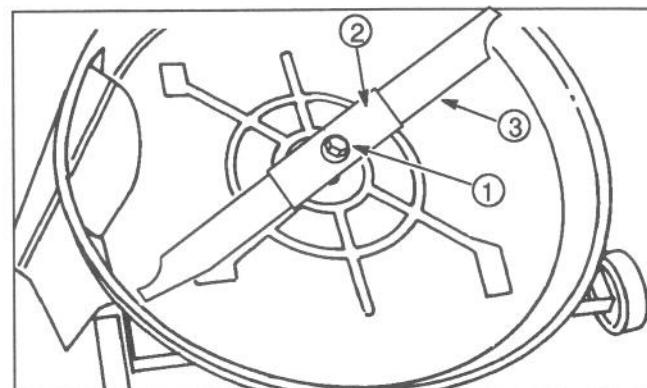

Abbildung 21
6. Das Ende des Messerbalkens mit umwickeltem Lappen oder mit einem schweren, wattierten Handschuh festhalten. Jetzt die Messerbalken-Befestigungsschraube, Unterlegscheibe und das Messer entfernen (Abb. 21).
9. Den Messerbalken, die Balkenverstärkung, Unterlegscheibe und Messerbalkenschraube (Abb. 21) in dieser Reihenfolge montieren. Die Schraube auf 61-81 Nm festziehen.
7. Während der Mäher hochkant steht, den Zustand des Messerbalkens prüfen (Abb. 21).